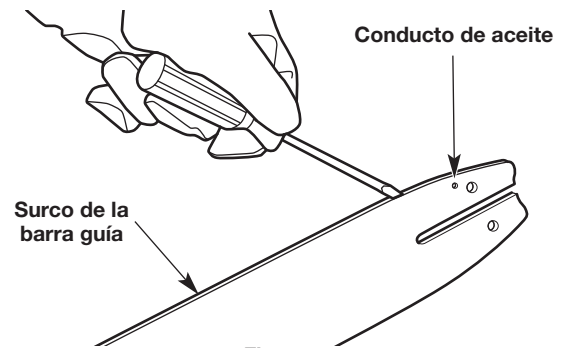
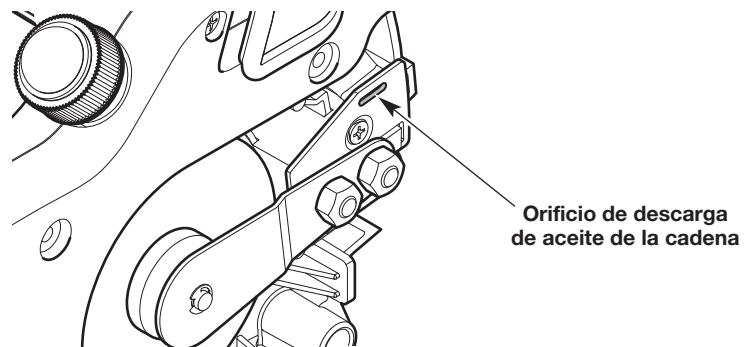

Fig. 44
Fig. 45
2. Limpie la canaleta de la barra de guía y los pasos de aceite siempre que se extraiga la cadena, cuando la unidad se ha usado mucho o cuando la cadena de la sierra parece estar sucia. Use un destornillador, una espátula, un cepillo de alambre o similar para retirar los residuos de la canaleta de la barra de guía (Fig. 44). Utilice un alambre liso y pequeño para eliminar cualquier desecho del orificio de descarga de aceite de la cadena (Fig. 45).